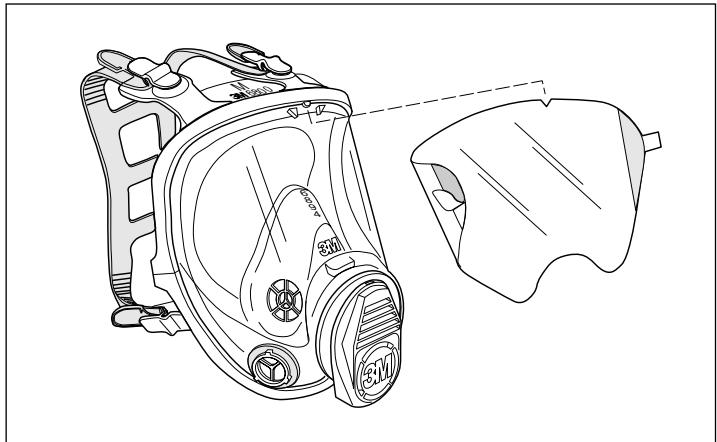

Рис. 12
• **Защитная пленка для смотровой линзы 6885** (Рис. 12)